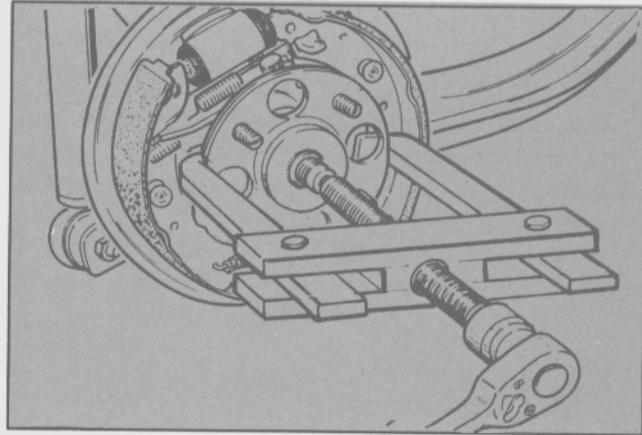

Fig. 66 - Extracción de la brida del semieje
- Utilizando la herramienta especial T62A-400-BAS, extraer la brida del semieje (Fig. 66).